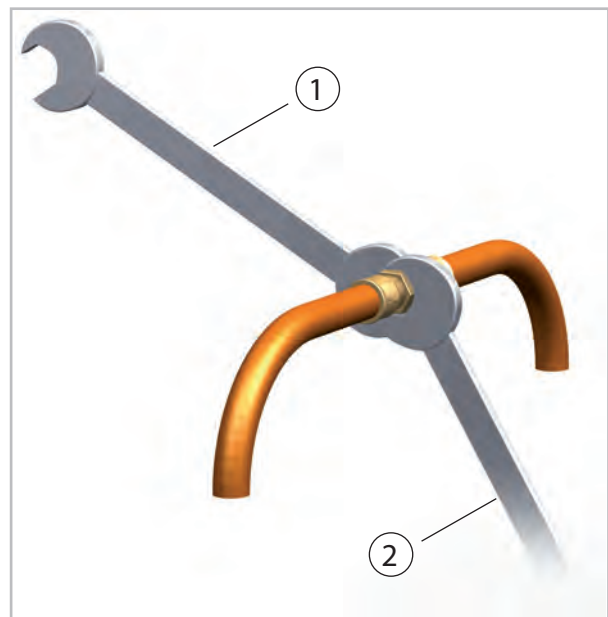

Abb. 21: Verschraubungen anziehen
11. ➤ Befestigen Sie nun endgültig die Verschrau-bungen mit 2 Drehmomentschlüsseln geeig-ner Schlüsselweite. Halten Sie während des Schraubens auf jeden Fall mit einem Maulschlüssel gegen (Abb. 21).